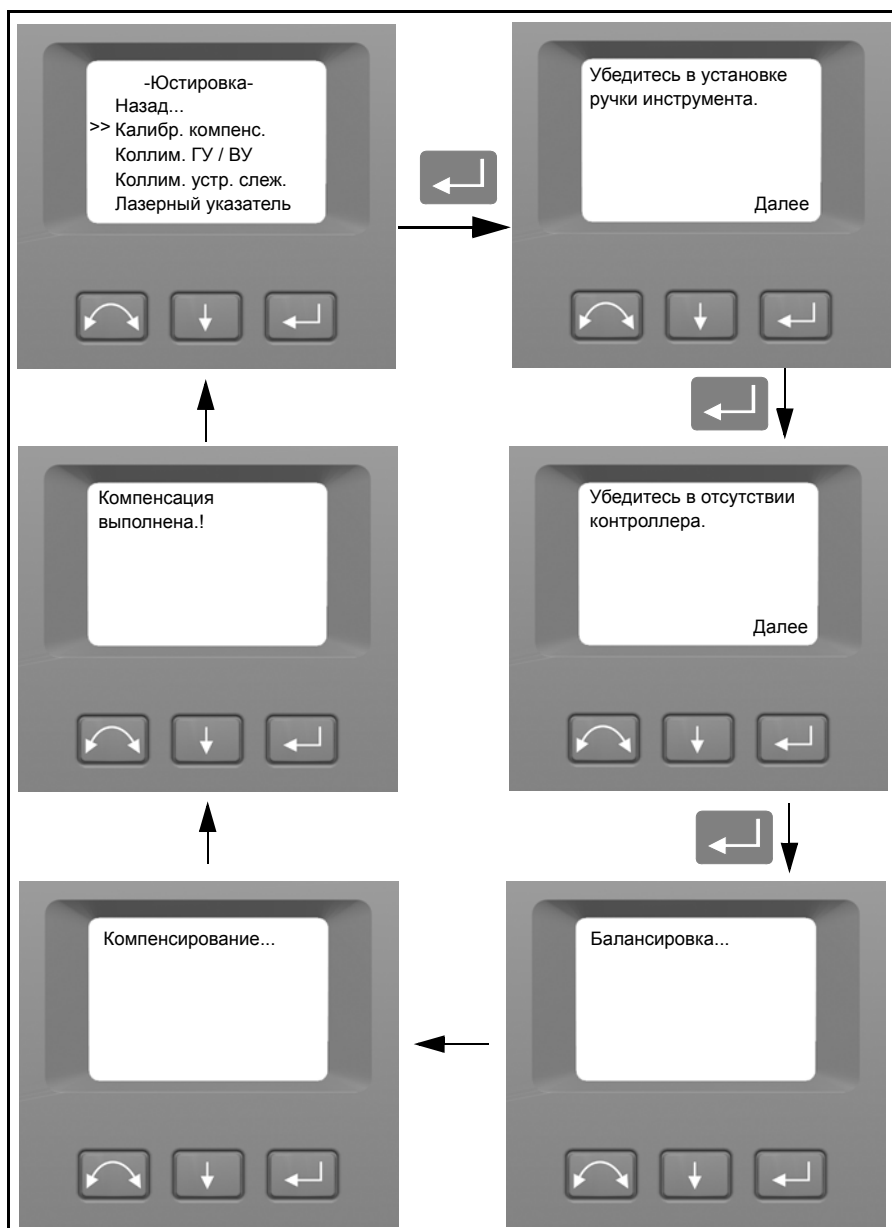

Рис. 4.27. Процедура калибровки компенсатора
3. Следуйте указаниям на дисплее. Рис. 4.27.